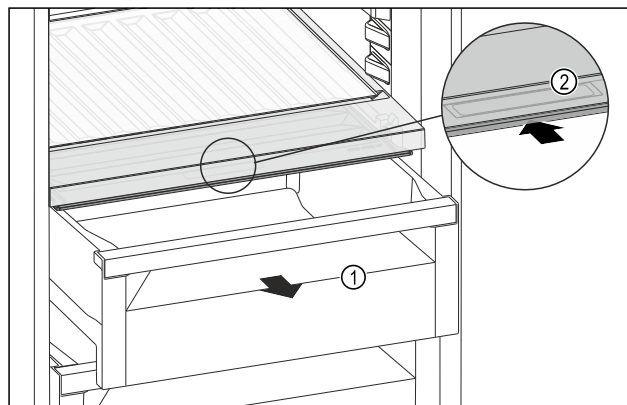

Fig. 118
- Estrarre il cassetto Fig. 118 (1).
- Afferrare la maniglia incassata Fig. 118 (2) sul coperchio dello scomparto e spingere allo stesso tempo all'indietro il coperchio dello scomparto.